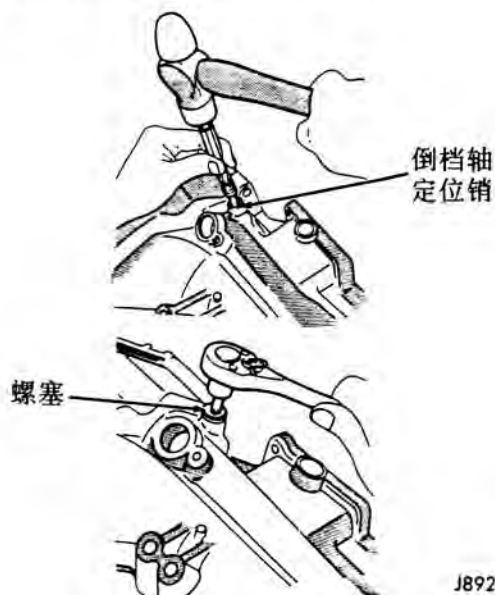

图 53 安装倒档轴销
(5) 在后壳体安装倒档轴和轴定位销。然后用内六方扳手安装螺塞 (图 53)。